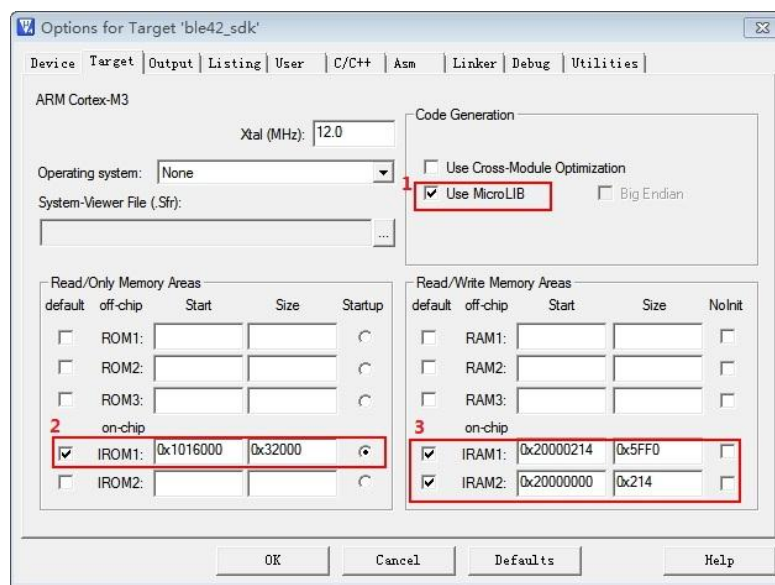

图 2.2-2 Target配置
根据图 2.2-2配置Target，所示步骤如下：
3. 勾选"IRAM1"和"IRAM2", "Start"地址和"Size"大小按图 2.2-2 中数据填写, 不可更改。